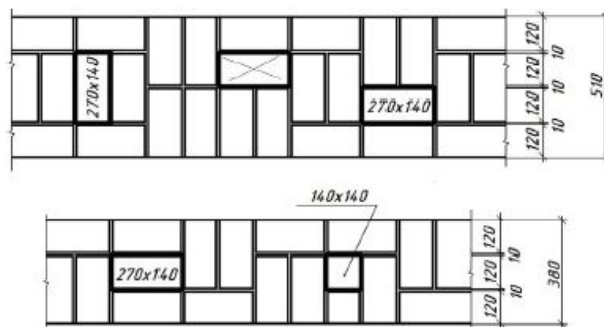

Рис. 6.4.3. Каналы в кирпичных стенах
- размеры каналов в кирпичных стенах привязаны к размерам кирпича и толщине шва раствора (рис. 6.4.3).